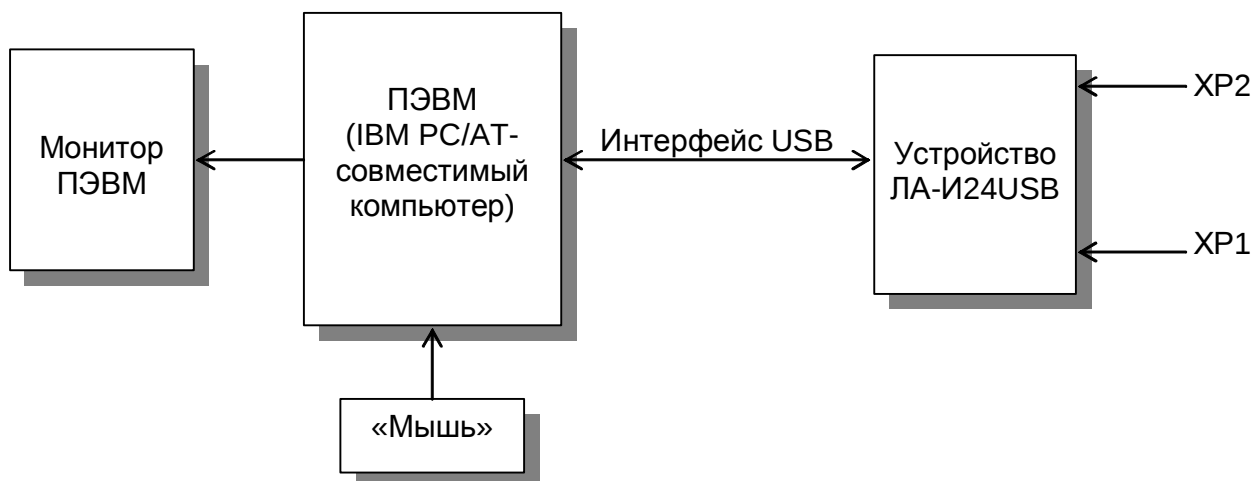

Рис. 1.1
3.1. Структурная схема взаимодействия составных частей прибора показана на рисунке Рис.1.1.